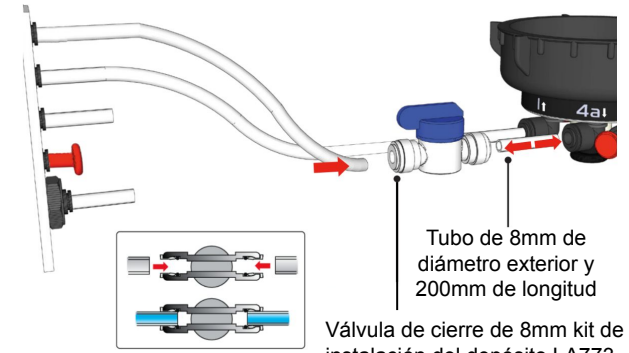

Fig. 2
4. CONECTE la válvula de cierre al conector de entrada del depósito utilizando el tubo suministrado (puerto 4a↓) (Fig. 2)